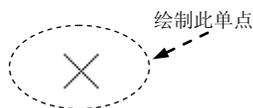
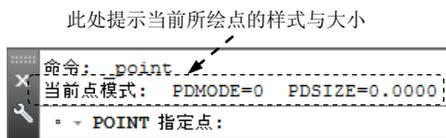

图 2.5.1 创建单点
图 2.5.3 命令行提示
在 AutoCAD 中,点对象可用做节点或参考点,点对象分单点和多点。使用单点命令,一次只能绘制一个点。下面以图 2.5.1 为例,说明绘制单点的一般操作步骤。
Step3. 此时系统命令行提示图 2.5.3 所示的信息，在此提示下在绘图区某处单击（也可以在命令行输入点的坐标），系统便在单击处绘制图 2.5.1 所示的点对象。